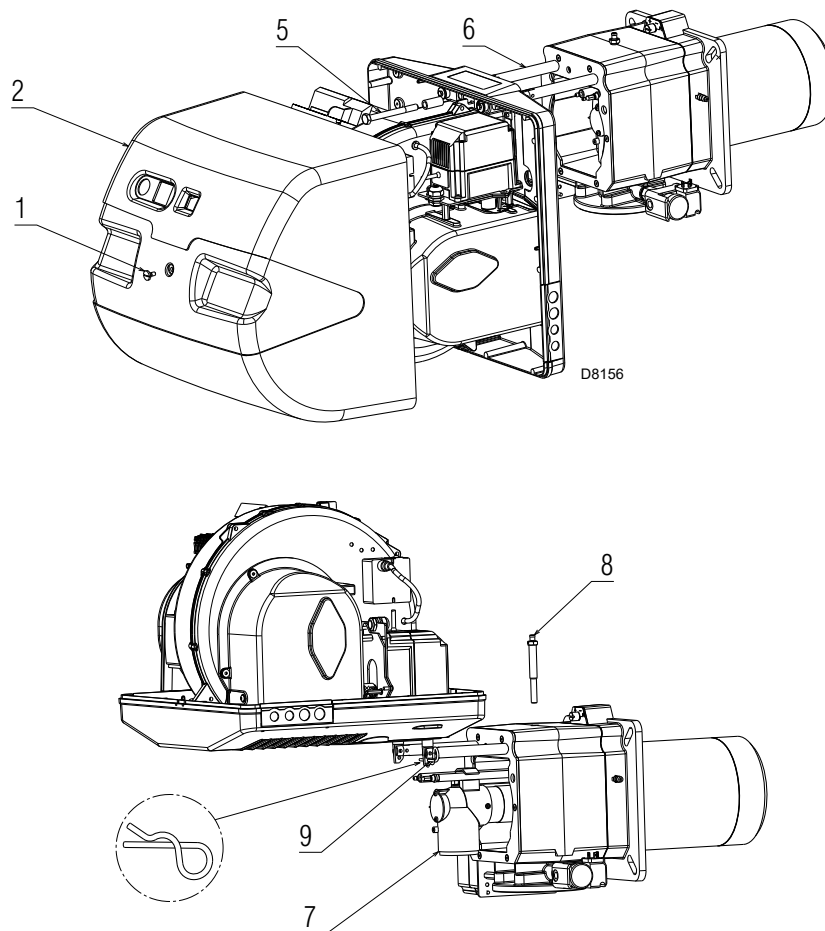

Fig. 38
S'assurer que les trous de sortie du gaz pour la phase d'allumage, présents dans le distributeur de la tête de combustion, soient exempts d'impuretés ou de dépôts de rouille. En cas de doute, démonter le coude (Fig. 38 à la page 51).
- Desserrer la vis 1)(Fig. 38) et déposer le capot 2);
- retirer la vis 5)(Fig. 38) et la goupille 9) et faire reculer le brûleur sur les glissières 3) d'environ 100 mm;
- tourner comme montré sur la Fig. 38 et enfiler la goupille 9) dans le trou de l'un des deux guides, de façon à ce que le brûleur reste sur cette position.
Enlever la goupille 9)(Fig. 38) et pousser le brûleur jusqu'à environ 100 mm du manchon.
Remettre la vis 5)(Fig. 38) et la goupille 9), et tirer délicatement vers l'extérieur les câbles de la sonde et de l'électrode, jusqu'à les mettre légèrement en tension.